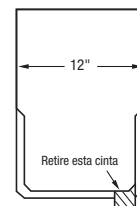

Figura 16-15:
5. Antes de clavar los clavos, asegúrese de eliminar la cinta protectora del sellador, que está entre las dos capas del remate (ver figura 16-15).